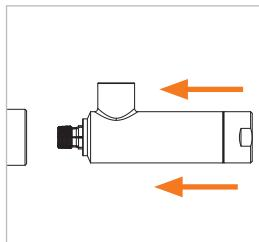

Figure 11
▶ Après avoir appliqué la pression pilote, insérez le connecteur dans l'axe dans la pièce d'essai jusqu'à ce que le joint frontal (Pos. 7) entre en contact avec la pièce d'essai (*Figure 11*). Le joint frontal est ainsi préservé des dommages causés par d'éventuels bords saillants de la pièce d'essai et le bon raccordement est garanti.